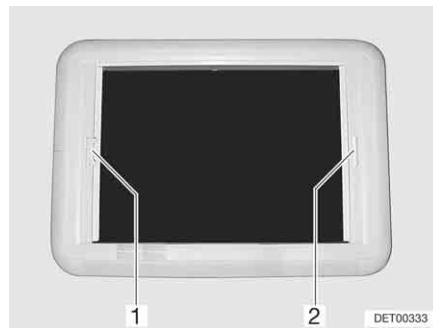

Fig. 67 Lanterneau Heki, verrouillage du store
- Tirer sur la poignée (Fig. 67,2) du store occultant jusqu'à toucher la poignée de la moustiquaire (Fig. 67,1) située vis-à-vis et la laisser s'enclencher.
- Avec l'autre main, tenir la poignée de la barre de déverrouillage de la moustiquaire (Fig. 67,1) dans la direction de la poignée. Le dispositif de verrouillage sera alors débloqué.
- Tirer sur la poignée (Fig. 67,1) de la moustiquaire jusqu'à toucher la poignée du store occultant (Fig. 67,2) située vis-à-vis et la faire s'enclencher.
- Tenir la moustiquaire (Fig. 67,1) par la poignée et pousser la barre de déverrouillage en direction de la poignée. Le dispositif de verrouillage sera alors débloqué.